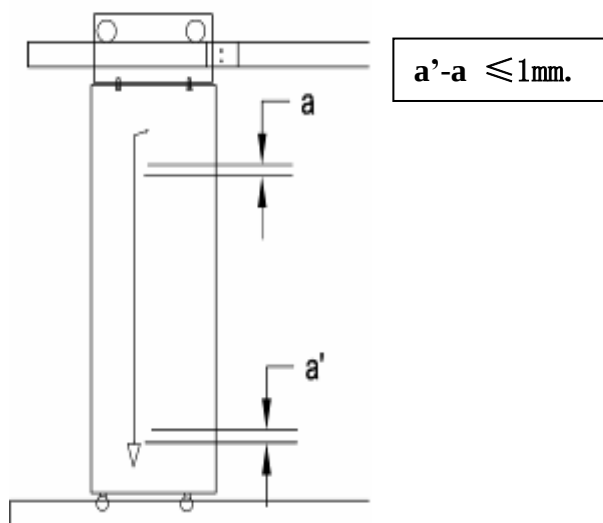

图 2-7 轿门装配主视图
1. 用线锤检查并调整门板的垂直度，使门板上下的差别在 1mm 以内。见图 2-7 轿门板装配主视图